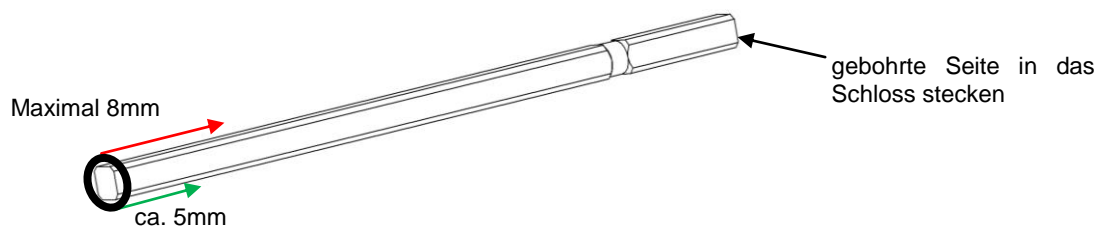

Abbildung 10: Montage O-Ring
Den mitgelieferten O-Ring (3) auf der nicht gebohrten Seite der ggf. gekürzten Antriebswelle (siehe 4.3) 5 mm weit, jedoch nicht mehr als 8 mm weit aufstecken (siehe Abbildung 10).
Die Antriebswelle (2) nun mit der gebohrten Seite voraus (siehe Abbildung 10) bis zum Anschlag ins Schloss stecken.